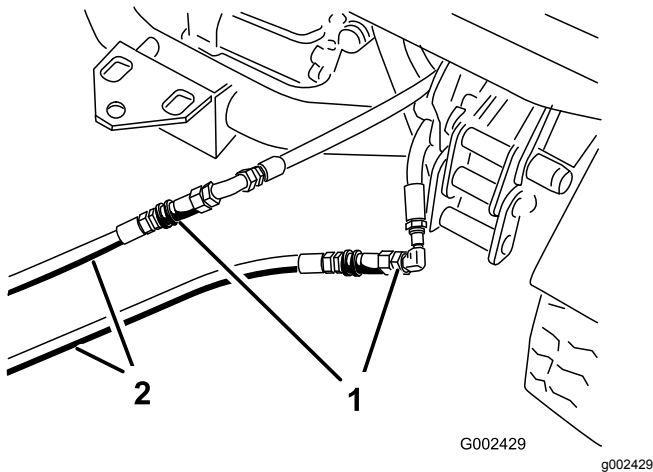

図 84
- 故障しているワークマンのカップラホースに、救援用ホース 2 本を接続する 図 84。